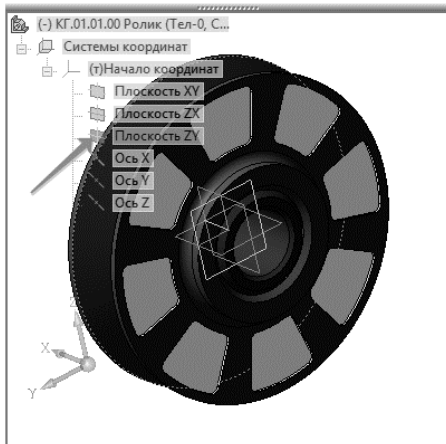

Рис. 28. Выбор плоскости сопряжения «Ролика»
2.3.9 Такую же плоскость укажите в Дереве модели сборочной единицы *Ролик* в Дополнительном окне (рис. 28).